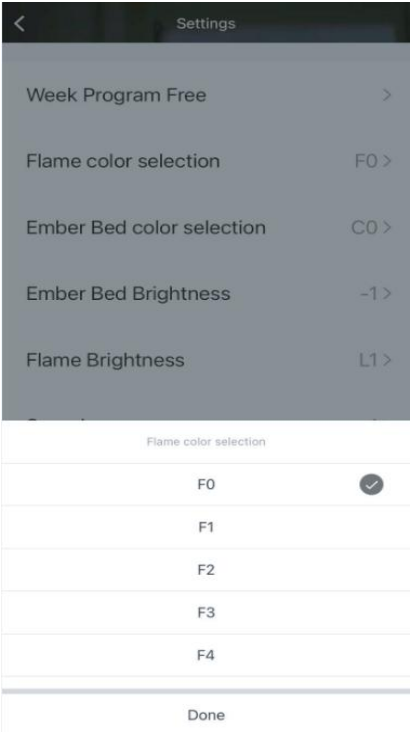

figura 11
6. Aprendo la selezione del colore della fiamma, è possibile scegliere un totale di 6 colori da F0 a F6, come mostrato nella figura 11.